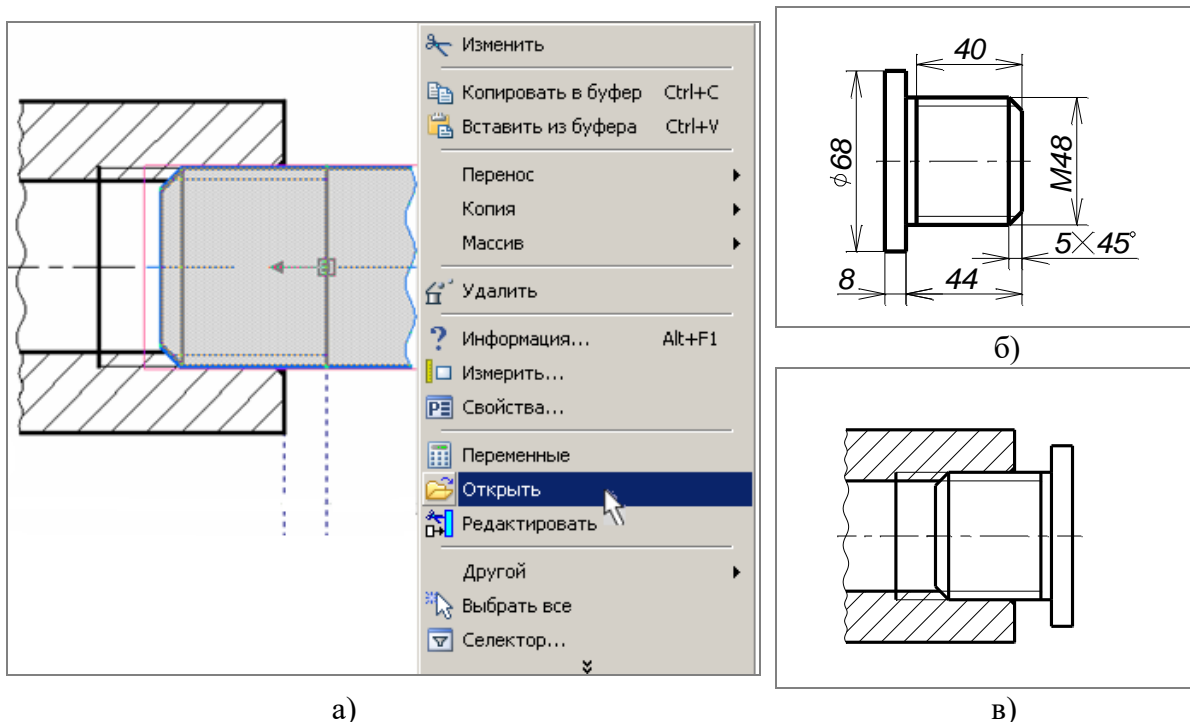

Рисунок 26 – Порядок редактирования чертежа пробки
Контур для удаления невидимых линий задается с помощью команды «Штриховка» (пункт 1.4 практического занятия № 3, часть 1). После выбора контура нужно установить следующие параметры штриховки (рисунок 26, часть 1) с помощью опции «»:
2.2.3 Создайте контур для удаления невидимых линий. Порядок выполнения: вызвать команду «» («Чертеж|Штриховка»). В параметрах для автоматического поиска контура установить типы линий «Основная», «Волнистая». Выбрать контур для штриховки так, как показано на рисунке 23в. После выбора контура нужно установить следующие параметры штриховки (рисунок 26, часть 1) с помощью опции «»:
2.2.9 Внесите изменения в исходный файл чертежа пробки. Порядок построения: указать мышью на фрагмент и нажать правую кнопку (рисунок 26а). В контекстном меню выбрать «Открыть», после чего система откроет файл «Пробка». Выполнить недостающие построения, нанести линии изображения, учитывая, что все изображение находится в слое «1». Изменить контур для удаления невидимых линий. Проставить размеры (рисунок 26б).
После этого файл сохранить и закрыть. Система выдаст запрос: «Один или несколько файлов, на который ссылается данный документ, были изменены. Обновить сборку?». Необходимо подтвердить этот запрос. После этого изменения будут внесены в сборочный чертеж (рисунок 26в).